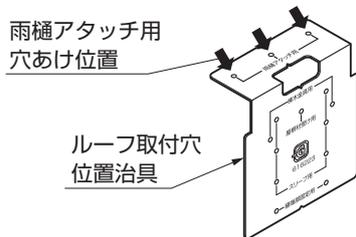

図12-18
- ①ルーフ取付位置治具を樋にあてて、ポンチ等でケガキ、ドリルで水抜き穴 $\phi 36$ と雨樋アタッチメント取付穴 $\phi 3.5$ をあけてください。(図12-18、12-19、12-20参照)